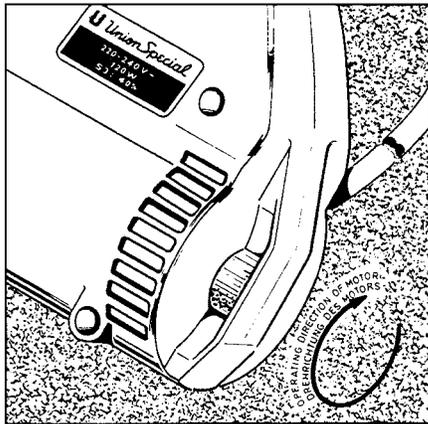
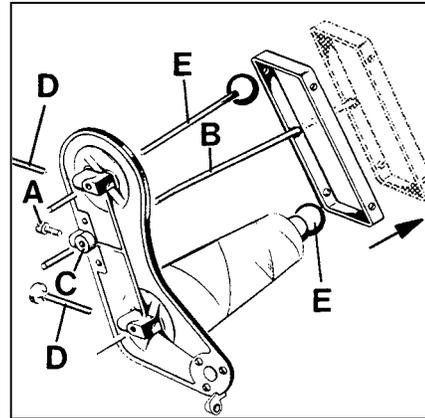
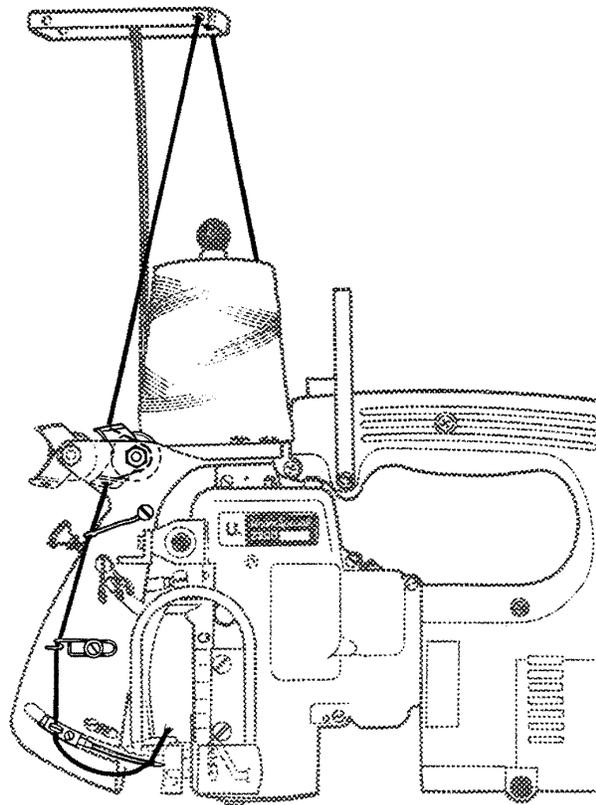

Fig.2
Fig.3
Fig.4
Check by turning the motor handwheel in operating direction (see Fig. 2) if the machine works. A slight resistance will be felt as the feed dog rises. Loosen screw (A, Fig. 3) and set thread rod (B) so that its lower end is flush with the underside of thread cone support (C). Retighten screw (A).
Prüfen Sie durch Drehen des Motor-Handrades in Drehrichtung (siehe Fig. 2), ob die Maschine arbeitet. Beim Hochgehen des Transporteurs wird ein leichter Widerstand spürbar.
Lösen Sie die Schraube (A, Fig. 3), und stellen Sie die Fadenstange (B) so, daß ihr unteres Ende mit der Unterseite des Garnrollenträgers (C) bündig ist. Ziehen Sie die Schraube (A) wieder an. Prüfen Sie die Einfädung der Maschine, Beachten Sie die Einfädanleitung Fig. 4 und den Abschnitt "EINFÄDELN".
Loosen thumb screw(s) (D, Fig. 3) in the thread cone support, pull out the spool pin(s) (E) and remove the empty thread cone(s).
Thread the machine as shown in Fig. 4.
For threading the looper (double locked stitch machines only) open the hinged cover (A, Fig. 4) and turn motor handwheel in operating direction until the needle is in its lowest position below the throat plate. Reclose hinged cover (A) after threading.
The tension (L, Figs. 4 and 13) controls the looper thread and the tension (N) controls the needle thread. Only a slight tension should be applied on the looper thread. The tension applied on the needle thread depends upon the size of the thread and the thickness of the fabric to be sewn and has to be regulated till the machine sews and chains off perfectly.
The presser foot pressure is regulated with the knurled regulating screw (B, Fig. 4).
Lösen Sie die Rändelschraube(n) (D, Fig. 3) im Garnrollenträger, ziehen Sie den (die) Spulensstift(en) heraus und entfernen Sie die leere(n) Garnrolle(n).
Fädeln Sie die Maschine wie in Fig. 4 gezeigt ein.
Zum Einfädeln des Greifers (nur bei Doppelkettenstichmaschinen) öffnen Sie die Verschußklappe (A, Fig. 4) und drehen am Motor-Handrad in Drehrichtung bis die Nadel in der tiefsten Stellung unter der Stichplatte ist. Schließen Sie nach dem Einfädeln die Verschußklappe (A) wieder.
Die Spannung (L, Fig. 4 und 13) reguliert den Greiferfaden und die Spannung (N) den Nadelfaden.
Der Drückerfußdruck wird mit der gerändelten Stellschraube (B, Fig. 4) reguliert.
Loosen the screw (D, Fig. 4) for the needle and draw out the needle. Insert the shank of the new needle as far as it will go into the needle seat and with the flat on the shank facing to the front.
Lösen Sie die Schraube (D, Fig. 4) für die Nadel und ziehen Sie die Nadel heraus. Stecken Sie den Kolben der neuen Nadel bis zum Anschlag in den Nadelsitz und so, daß die Fläche am Kolben nach vorne zeigt.